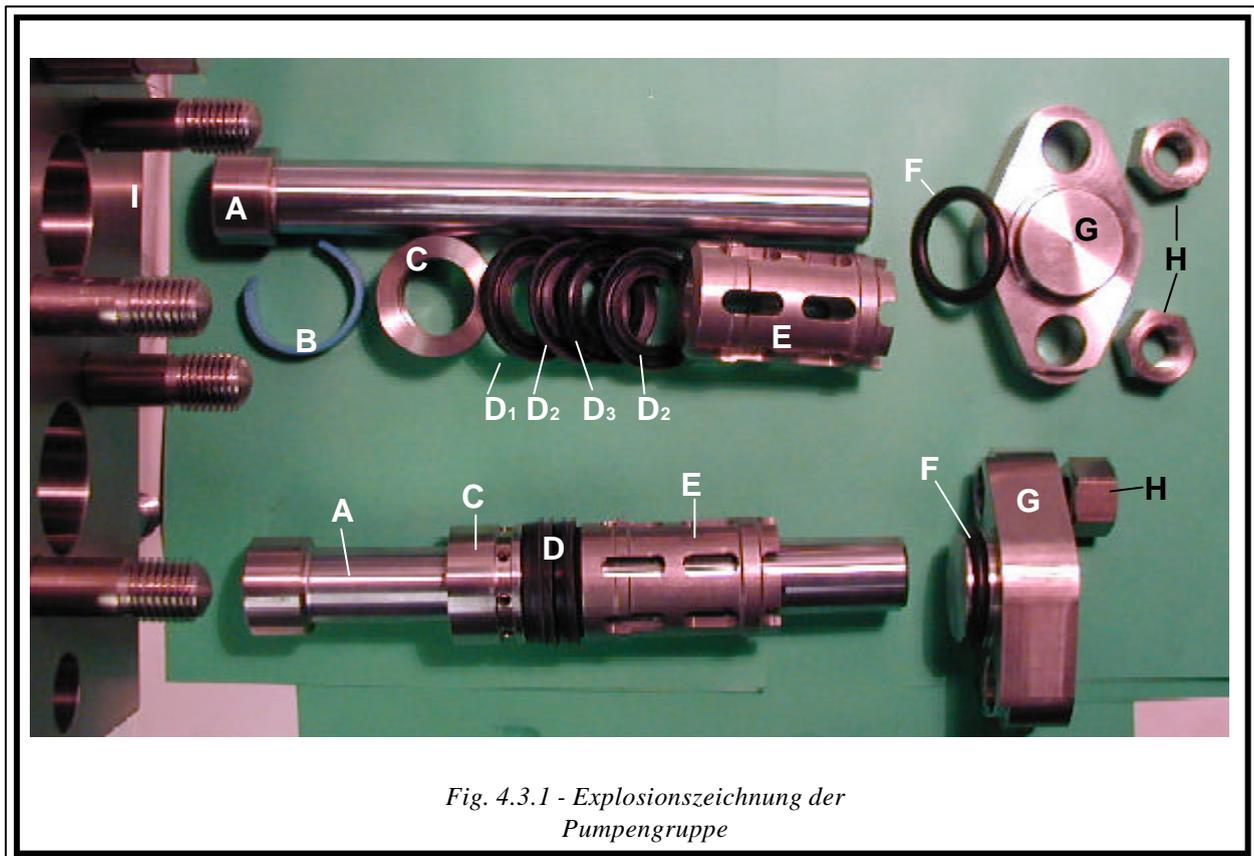

Fig. 4.3.1 - Explosionszeichnung der Pumpengruppe
Siehe Fig. 4.3.1, jede Pumpengruppe besteht aus:
- Siehe Fig. 4.3.1, die Schraubenmutter "H" abscharben mit dem entsprechenden Schlüssel, gegen Uhrzeigesinn.
- Siehe Fig. 4.3.1, einen leichten Schmierfilm mit Produktechten Fett auftragen: die Pumpenkolben „A“, die Führung „B“, die Dichtung CH „D“, die Dichtung „F“ einbauen in den Flansch „G“.
- Siehe Fig 4.3.1, die Führungsbuchse „C“ einbauen, dabei acht geben das die Bohrungen in Richtung Dichtung CH „D“ zeigen.